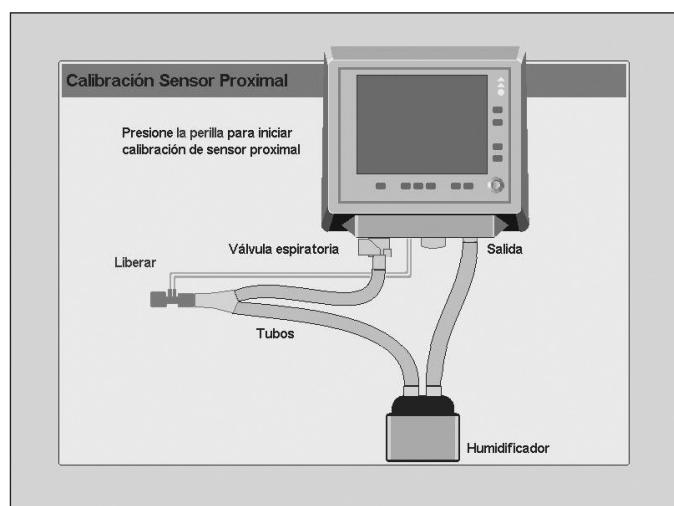

Fig. 7-18 Imagen de la pantalla previa a la segunda fase de la calibración del pneumotacógrafo proximal.
- Luego, para completar el procedimiento de calibración se deberá liberar el extremo del sensor de flujo proximal, tal como se indica en la Fig. 7-18.